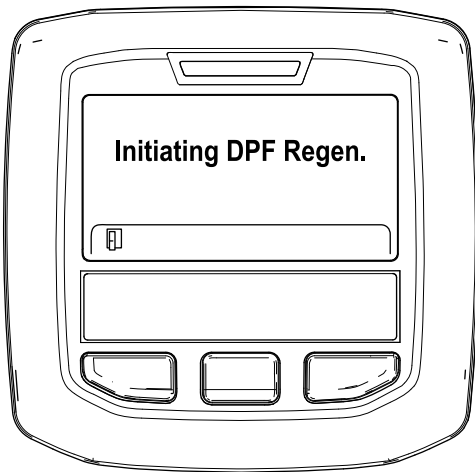

Figura 35
- A. Se muestra el mensaje “Initiating DPF Regen.” (Iniciando regeneración de DPF) (Figura 35).